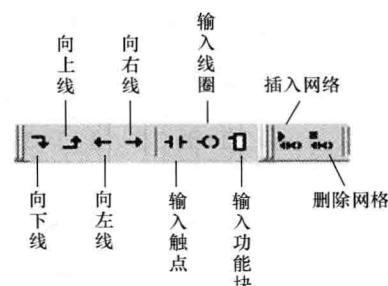

图1-16 指令工具栏编程按钮
(5) 使用指令工具栏编程按钮输入指令。也可以单击指令工具栏编程按钮输入指令，指令工具栏编程按钮如图1-16所示。